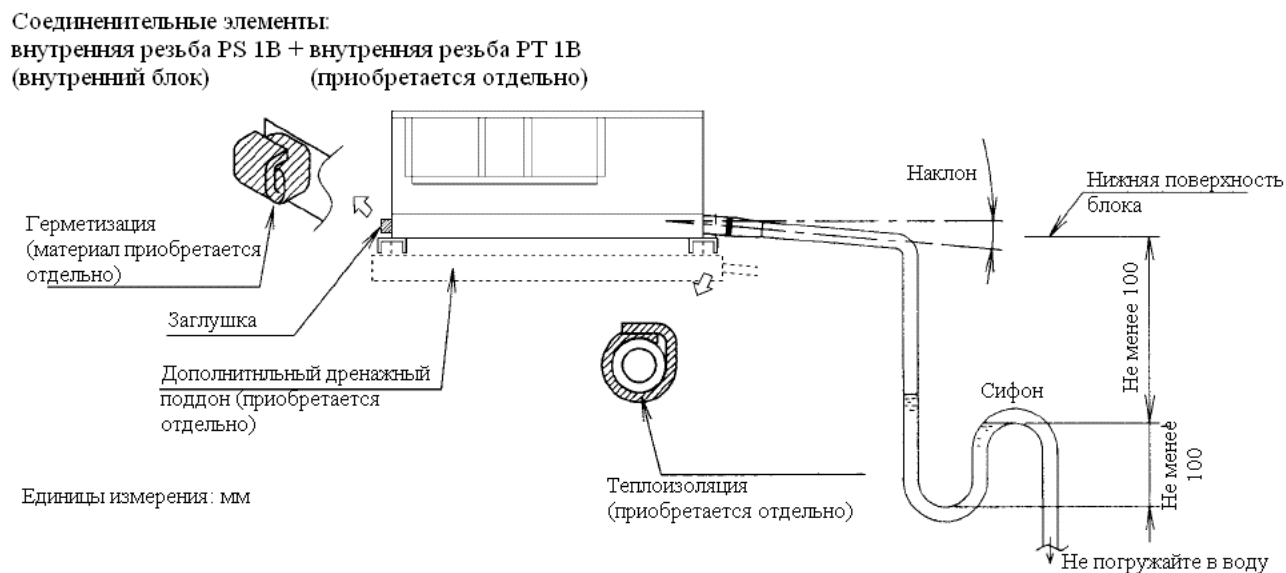

Рис. 13
- Смонтируйте систему в соответствии с Рис. 13.
- Дренаж осуществляется тем эффективнее, чем короче дренажная трубка. Начальный участок трубки должен иметь наклон. Фланец дренажной трубки, прилагаемой к внутреннему блоку, имеет внутреннюю резьбу PS 1 В (см. Рис. 13).
- После подключения дренажной трубки к блоку, оберните ее теплоизолирующим материалом по всей длине (см. Рис. 13).